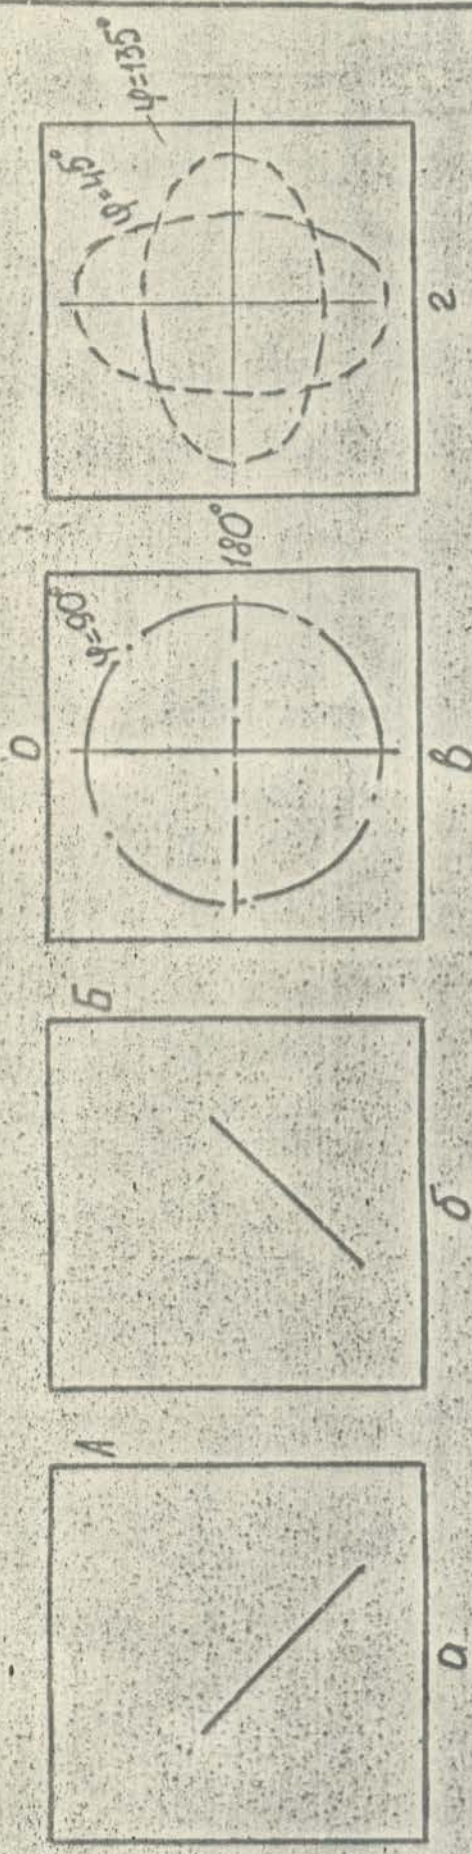

Рис.3. Положение вектора звукового поля на экране гониометра.
2) Подключить гониометр к выходу аппаратуры воспроизведения стерео-записи музыки и речи. Изображение на экране ЭЛТ должно фиксировать соотношение фаз и уровней обоих каналов (рис.3).